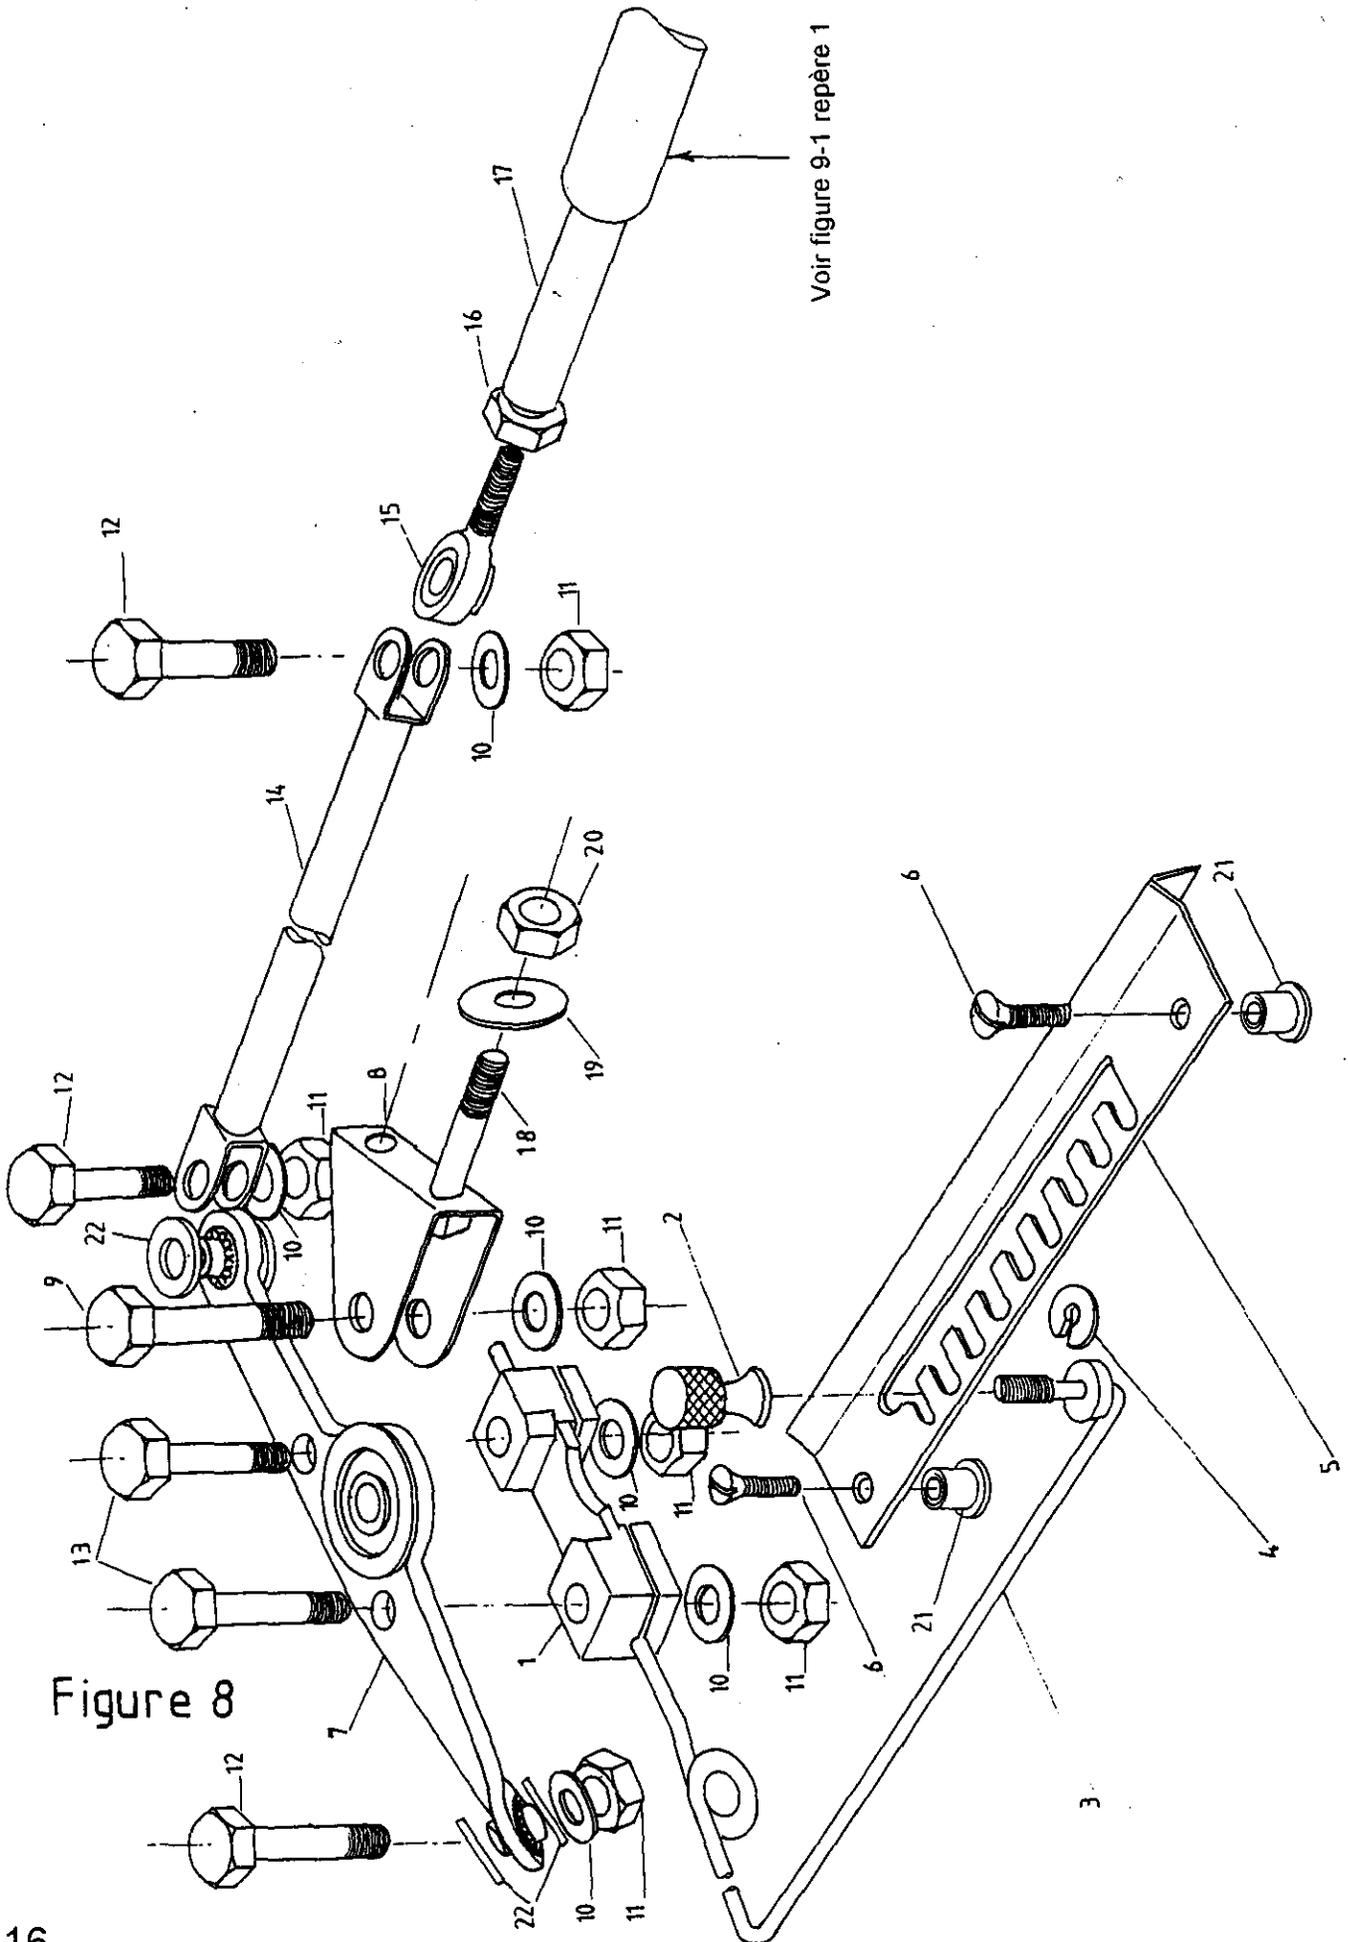

Figure 8
- Figure 8 : Commande de profondeur dans la cabine